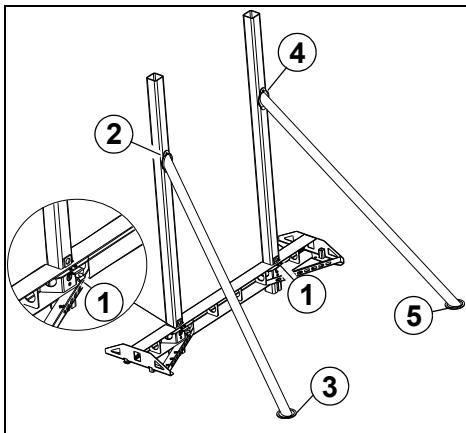

Afbeelding 3 Dwarsdrager en rongen
- 3 Verplaats de dwarsdrager in de richting van de voorkant van het voertuig (let op de richtingspadden op de dwarsdrager) tot vergrendelbouts (Afbeelding 3/1) vastklikken.
- 6 Plaats de rongen (Afbeelding 3/2) in de dwarsdrager.